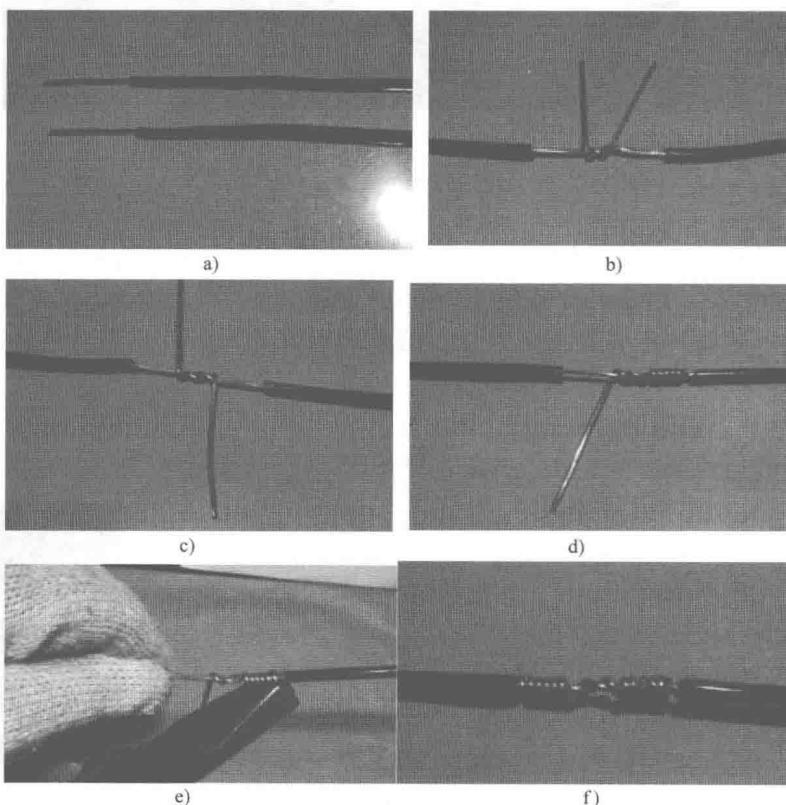

图 1-22 单股导线的直接连接
- (1) 单股导线的直接连接 操作过程如图 1-22 所示。